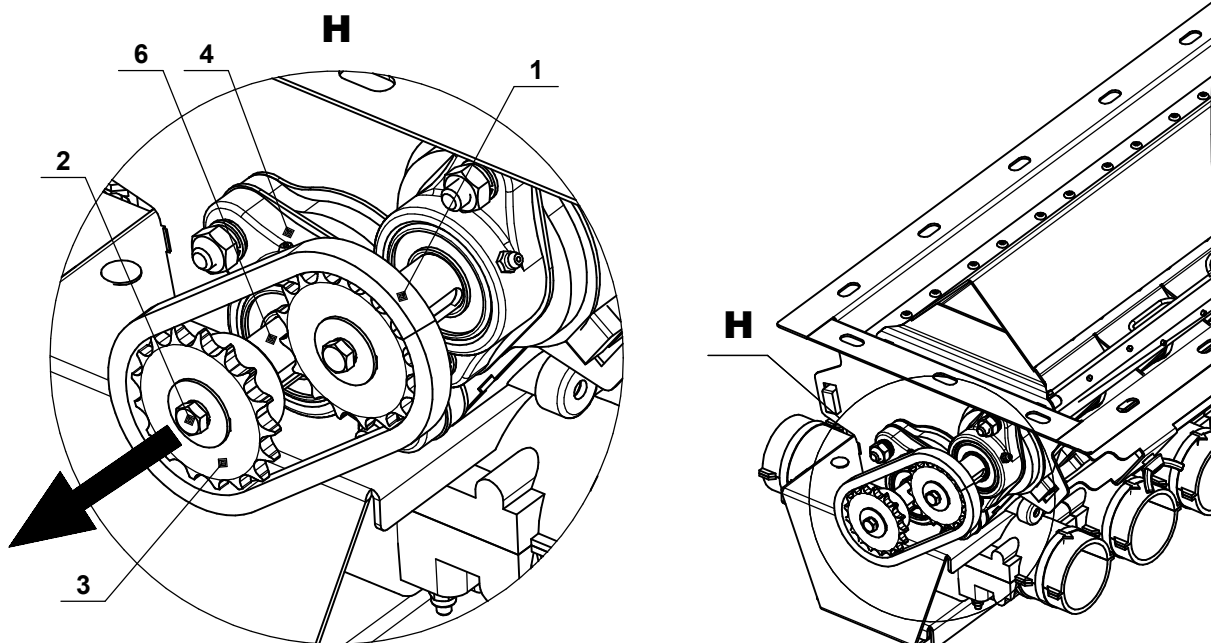

Рис.100 - Цепь дозатор -ворошилка.
1. Снимите цепь между валом дозатора и валом ворошилки (**поз.1** рис.100).
2. Выкрутите крепёжный болт М8 (**поз.2** рис.100) и снимите звёздочку с вала дозатора (**поз.3** рис.100).
3. Шестигранником на "3" ослабляем стопорные винты обоймы подшипника (**поз.5** рис.100) на обоих подшипниках с правой и левой стороны дозатора (**поз.4** рис.100).
4. Открутите подшипник (**поз.4** рис.100) со стороны звёздочки и вытаскиваем вал (**поз.6** рис.100) в сторону звёздочки(**поз.3** рис.100).